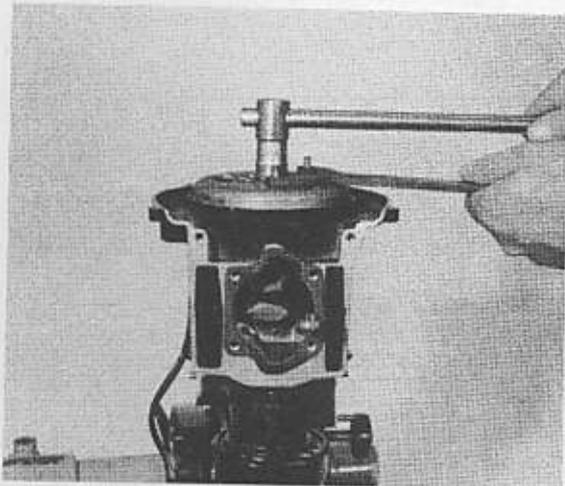

Fig. 22
- using the tool, Part No. 732.202, lock the flywheel and remove the fixing nut (Fig. 22).
- Usare l'attrezzo Part. No. 732202 per bloccare il volano e svitare il dado (Fig. 22)